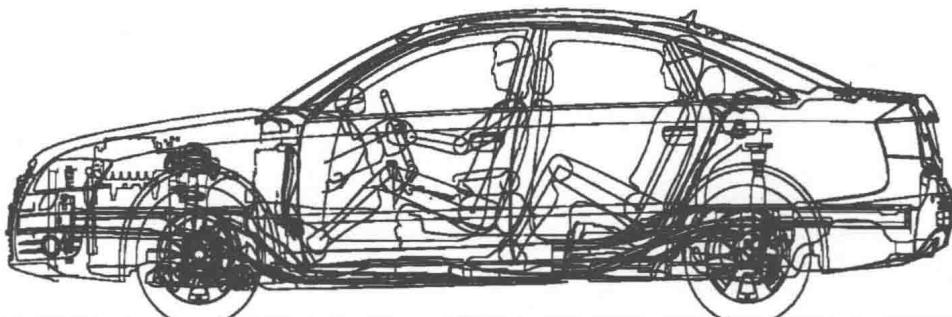

图 1-7 奥迪 A6 中高级车
4) 中高级车。图 1-7 所示为奥迪 (Audi) A6 中高级车。